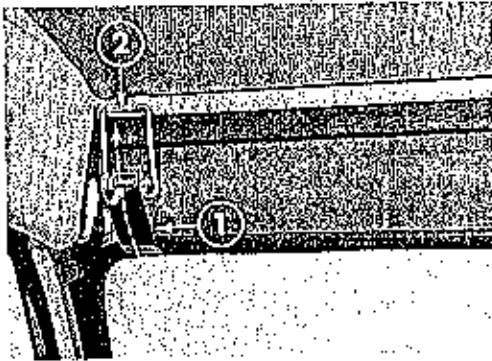

Abb. 24 - Halböffnung des Rollverdeckes.
- Abb. 24: Die beiden Hebel (1) hochklappen, damit die Halteklammern (2) ausgehängt werden können.